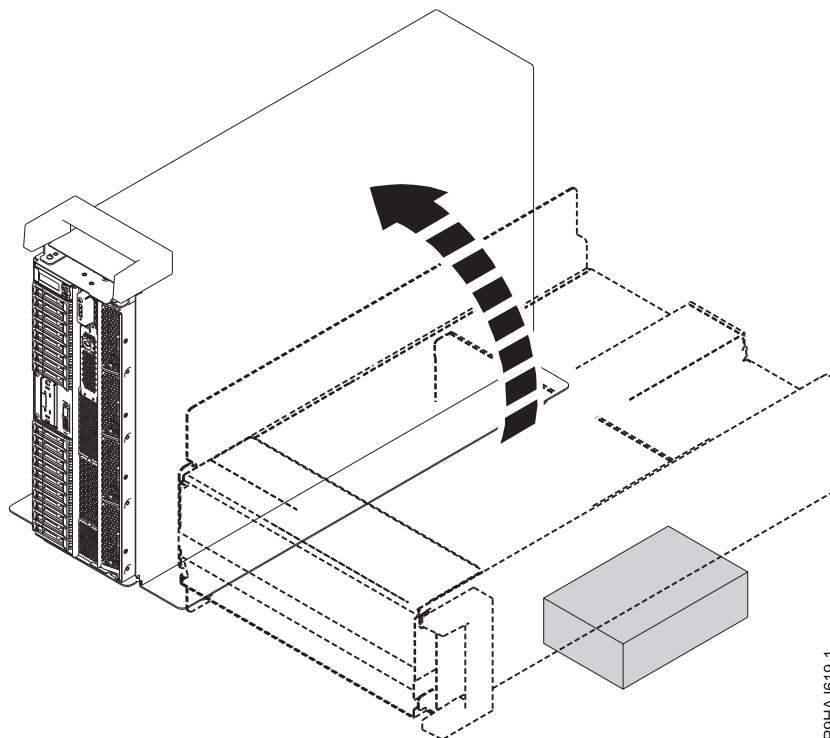

Abbildung 70. Standalone-System in die vertikale Position bringen
- a. Neigen Sie das Standalone-System vorsichtig aus seiner horizontalen Position zurück in die vertikale Position. Siehe Abb. 70 auf Seite 92.